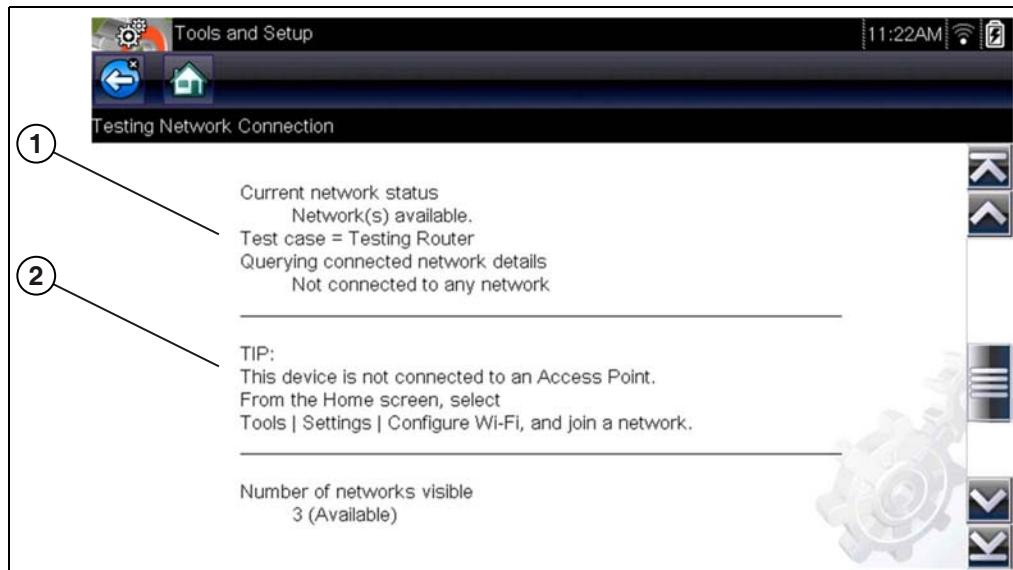

Figure 10-12 Exibir resumo
4. Se houver um problema de conexão, selecione Exibir resumo para revisar os resultados. As informações de resumo são úteis caso você esteja enfrentando problemas de conexão (Figure 10-12). Percorra as informações de resumo para revisar os resultados do teste de cada sistema e mensagens de Dica para o problema de conexão atual. Consulte o gráfico de Testes de conexão – Solução de problemas nas Solução de problemas de Wi-Fi on page 93 para obter informações adicionais.